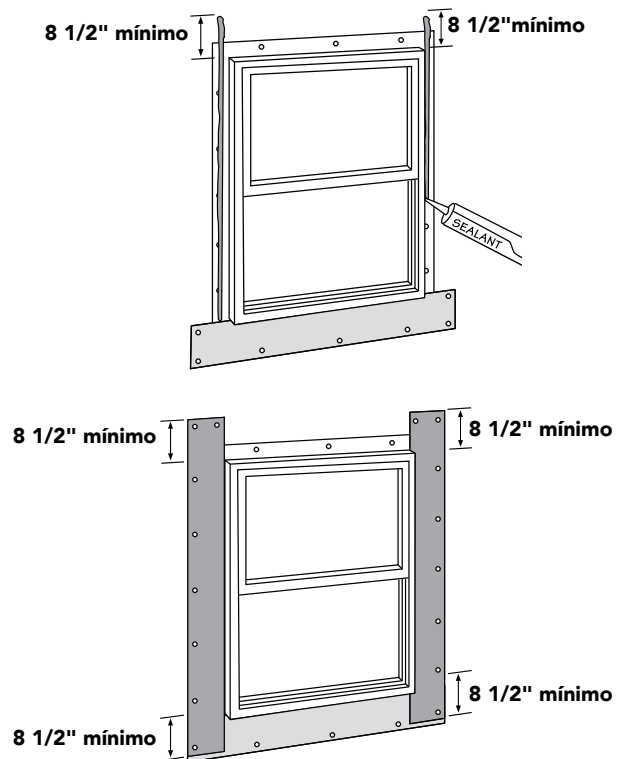

Figura 29
- Coloque un hilo continuo de sellador a los bridas de clavado de modo que cubra los clavos y las ranuras de clavado. Continúe con el hilo de sellador en los hastiales verticalmente hasta por lo menos 8 1/2" (216 mm) por encima del dintel de la ventana para permitir colocar el hilo de sellador en la porción superior del tapajuntas del hastial en el sellado del paso siguiente. Instale el tapajuntas del hastial oprimiéndolo en el hilo de sellador de los hastiales de la ventana. Extienda el borde inferior del tapajuntas del hastial aproximadamente a 1/2" (12.7 mm) antes del extremo del antepecho del tapajuntas y extienda el extremo superior aproximadamente 8 1/2" (216 mm) sobresaliendo del dintel de la ventana, donde a continuación se colocará el tapajuntas del dintel. Sujete el tapajuntas del hastial en los bordes más alejados de la ventana (Figura 29).